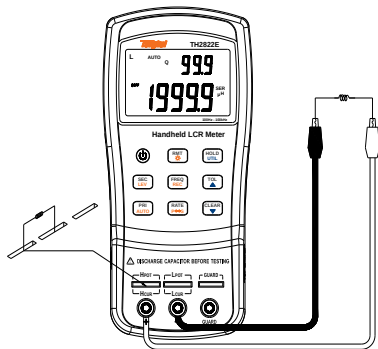
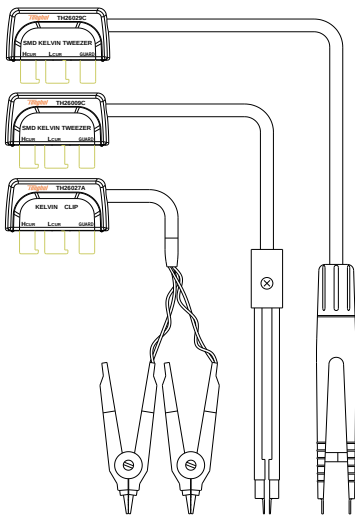
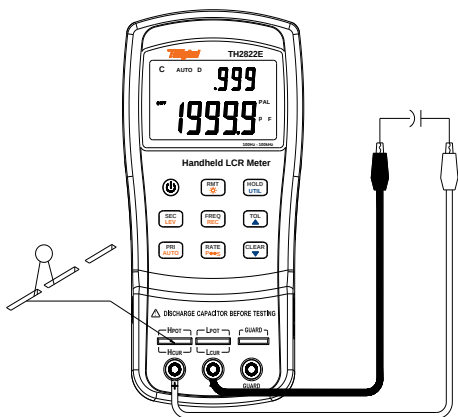
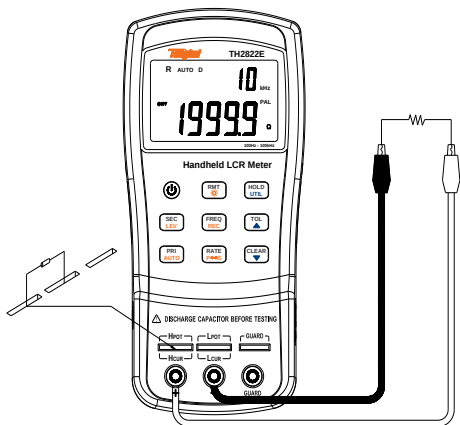

图12- 电感测量
图13 – 四端测试附件
图 14- 电容测量
图 15- 电阻测量
3. 将电感插入测试槽，或选用合适的测试附件（橡胶插头-鳄鱼夹，测试夹或SMD测试钳等）接入被测电感。如图12，图13为可选用的四端测试附件。
3. 将电容插入测试槽，或选用合适的测试附件（橡胶插头-鄂鱼夹，测试夹或SMD测试钳等）接入被测电容。如图14，图13为可选用的四端测试附件。
3. 将电阻插入测试槽，或选用合适的测试附件（橡胶插头-鄂鱼夹，测试夹或SMD测试钳等）接入被测电感。如图15，图13为可选用的四端测试附件。
3. 将阻抗元件（电阻，电容，电感）插入测试槽，或选用合适的测试附件（橡胶插头-鳄鱼夹，测试夹或SMD测试钳等，如图13）接入被测件。
3. 将阻性元件插入测试槽，或选用合适的测试附件（橡胶插头-鳄鱼夹，测试夹或SMD测试钳等，如图13）接入被测件。